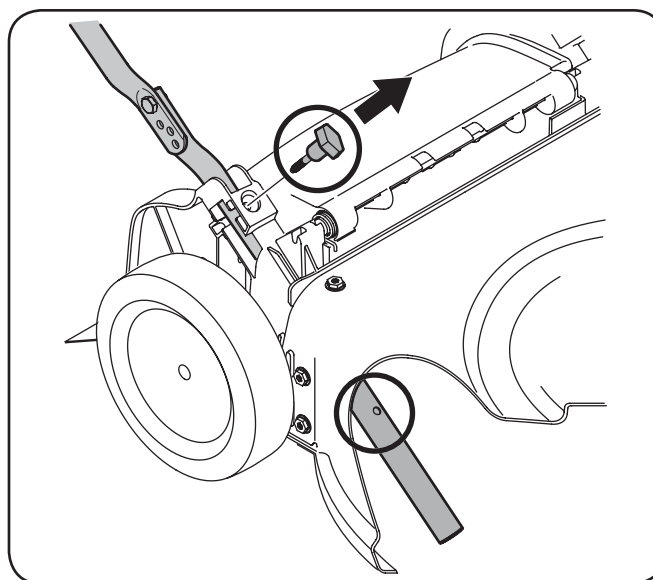

Figura 3-3
- a. Tire hacia arriba aproximadamente 8 pulgadas en el asa hasta agujeros en la manija (que se muestra en la figura. 3-3 corte de la cubierta) se alinean con los agujeros en el mango soporte. Vea la fig. 3-4.